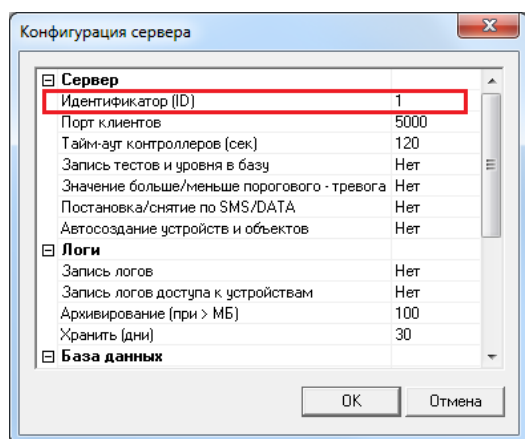

Рисунок 25.2 — Окно *Конфигурация сервера*
- в открывшемся окне укажите ID в поле *Идентификатор* (см. рисунок 25.2) и нажмите кнопку *ОК*;